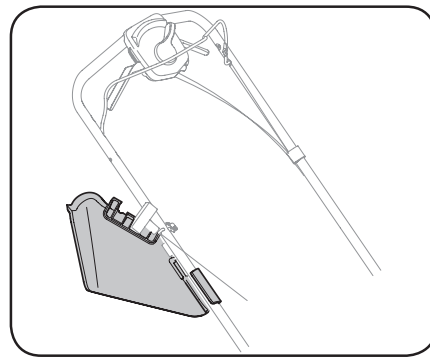

Figure 2-11
- Fixez le déflecteur d'éjection sur la poignée lorsqu'il n'est pas utilisé. Voir Figure 2-11.